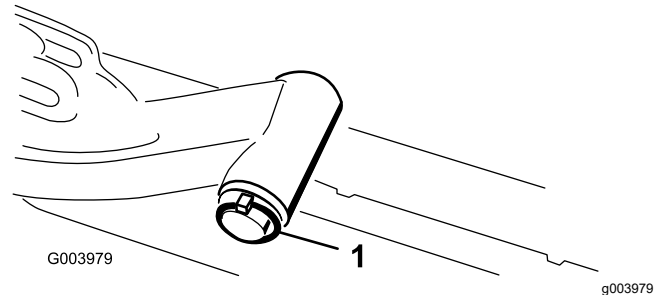

Figura 11
1. Retire o pino de sujeição e a anilha que prende o veio da articulação do braço de elevação ao braço de elevação e faça deslizar o veio de articulação para fora do braço de elevação (Figura 11).
3. Insira o veio do braço de elevação no braço de elevação e prenda-o com a anilha e o pino de sujeição (Figura 11).